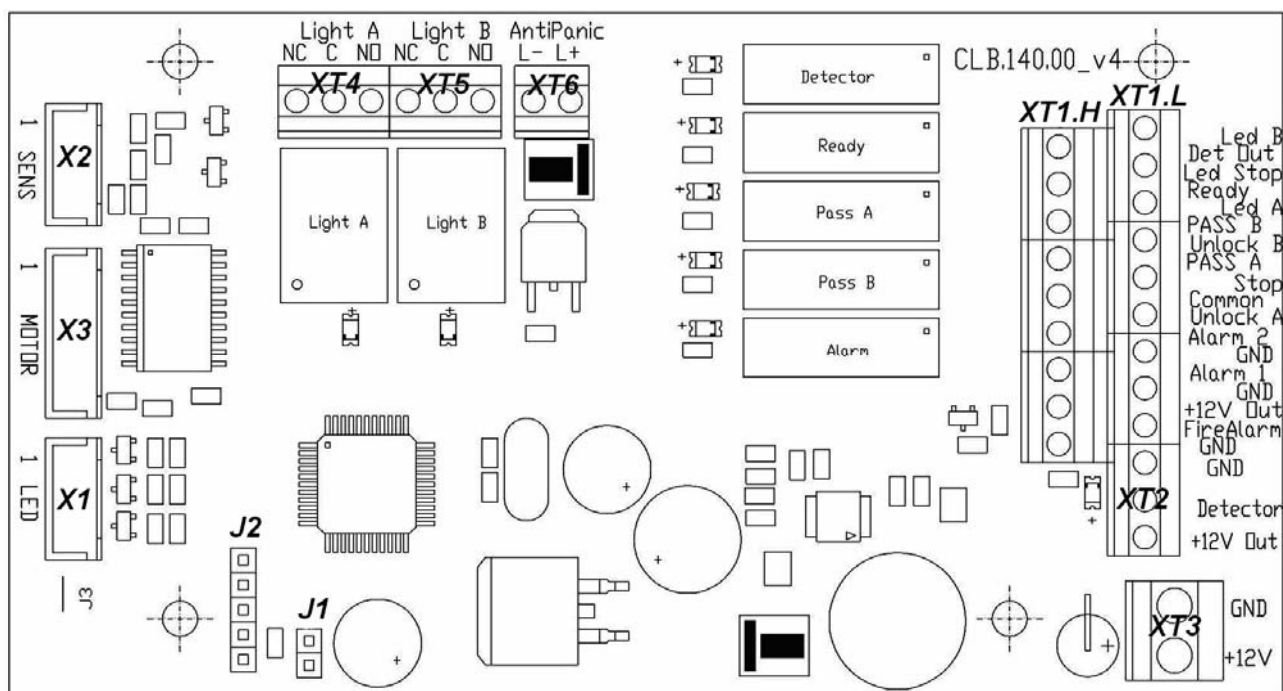
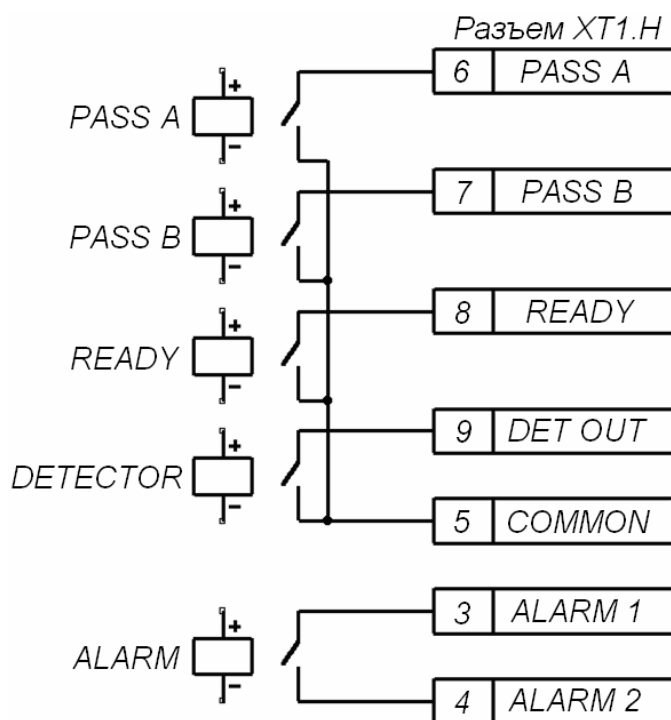

Рисунок 2 Внешний вид платы CLB
Рисунок 6 Выходные каскады для *PASS A*, *PASS B*, *Ready*, *Det Out* и *Alarm*
5.2.5 На плате CLB (см. рисунок 2) расположены:
- клеммная колодка XT1.L (In) для подключения пульта управления / устройства радиоуправления / выходов управления контроллера СКУД (11), а также подключения устройства, подающего команду аварийного открытия прохода (9);
5.4.3 Реле *PASS A* (контакты *PASS A* и *Common*), *PASS B* (контакты *PASS B* и *Common*), *Ready* (контакты *Ready* и *Common*), *Detector* (контакты *Det Out* и *Common*) и *Alarm* (контакты *Alarm 1* и *Alarm 2*) имеют нормально-разомкнутые контакты. При этом общий для этих реле контакт *Common* не соединен с минусом источника питания турникета. В исходном (неактивном) состоянии при включенном питании контакты реле *PASS A*, *PASS B*, *Ready* и *Detector* замкнуты (на обмотку реле подано напряжение), а контакты реле *Alarm* разомкнуты (напряжение на обмотку реле не подано). Факт срабатывания/отпускаания реле *PASS A*, *PASS B*, *Ready*, *Detector* и *Alarm* можно определить по загоранию/гашению красных индикаторов, которые установлены вблизи указанных реле (см. рисунок 2). Выходные каскады для *PASS A*, *PASS B*, *Ready*, *Det Out* и *Alarm* – контакты реле (см. рисунок 6) со следующими характеристиками сигналов: